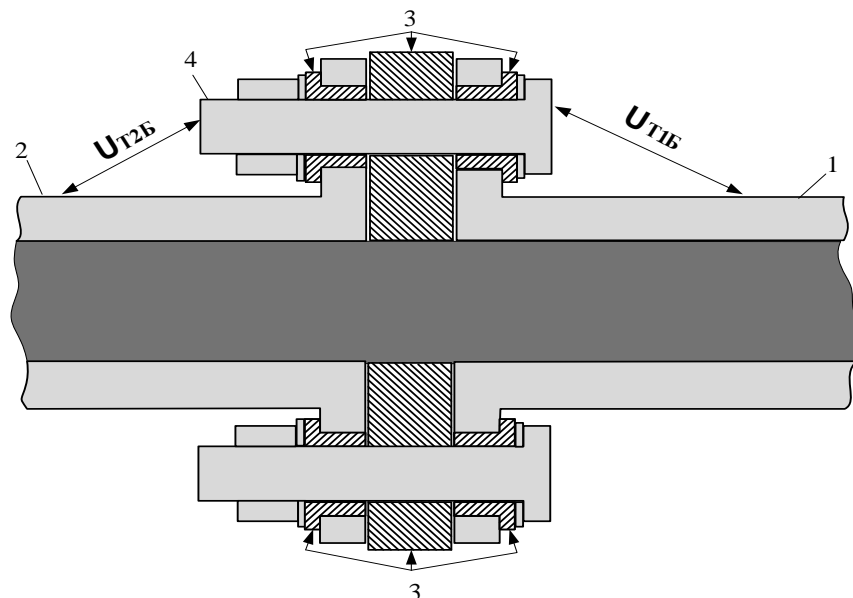

Рис.1. Схема проверки изолирующих элементов труб пневмообдувки.
7.2.2. Проверка исправности изолирующих элементов (см. рис.1, позиция 3) в месте соединения труб пневмообдувки (позиции 1 и 2) производится путем измерения напряжений: